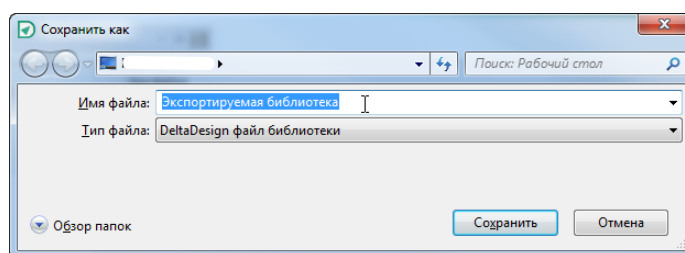

Рис. 33 Указание имени экспортируемого файла и места его сохранения
2. Задать имя экспортируемого файла и указать место, где он будет сохранен, после чего нажать кнопку «Сохранить», см. Рис. 33.